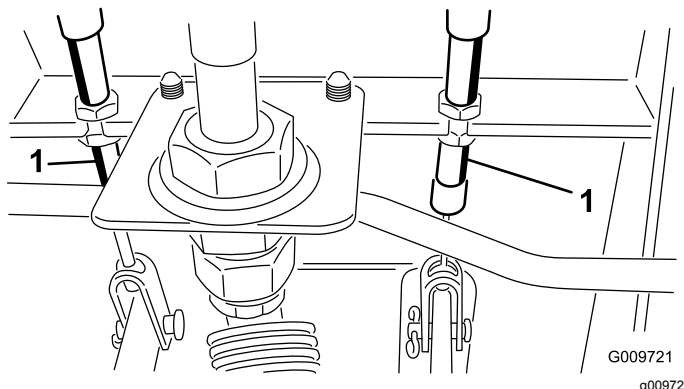

Figura 112
- A. Afloje la tuerca delantera del extremo roscado del cable de freno (**Figura 112**).